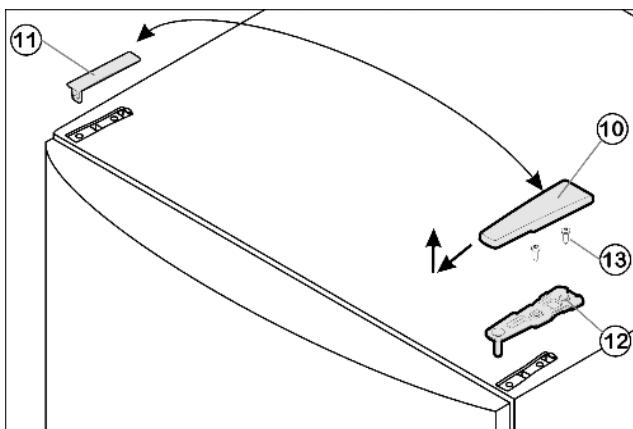

Fig. 4
- Потяните крышку Fig. 4 (10) вперед и вверх.
- Снимите крышку Fig. 4 (11).
- Открутите верхний опорный кронштейн Fig. 4 (12)(2 шт. Torx® 25) Fig. 4 (13) и вытяните вверх.
- ▶ Установите верхний опорный кронштейн Fig. 4 (12) на новой стороне шарнира и защелкните в дверце.
- ▶ Прикрутите верхний опорный кронштейн Fig. 4 (12)(**с моментом 4 Нм**)(2 шт. Torx® 25) Fig. 4 (13). При необходимости проделайте отверстия или используйте аккумуляторную отвертку.
- ▶ Защёлкните крышку Fig. 4 (10) и крышку Fig. 4 (11) на противоположной стороне.